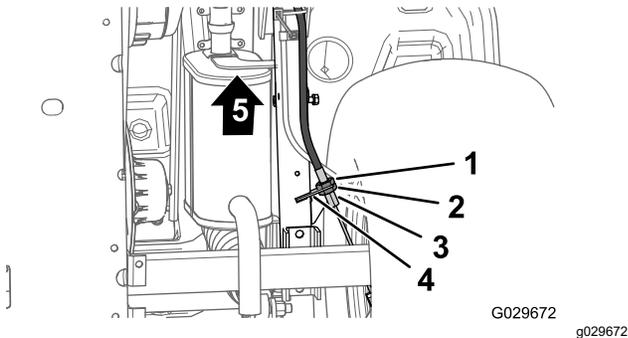

図 63
3. 機体の下側で、駐車ブレーキケーブルのねじ山付きアジャスタの後ジャムナットを4回転ゆるめる 図 63。
4. 前側ジャムナットを締める 図 63。
- A. ブレーキケーブルのねじ山付きアジャスタの前ナット 図 63を1回転ゆるめる。
- B. 後側ジャムナット 図 63を締める。
- A. ブレーキケーブルのねじ山付きアジャスタの後ナット 図 63を1回転ゆるめる。
- B. 前側ジャムナットを締める 図 63。